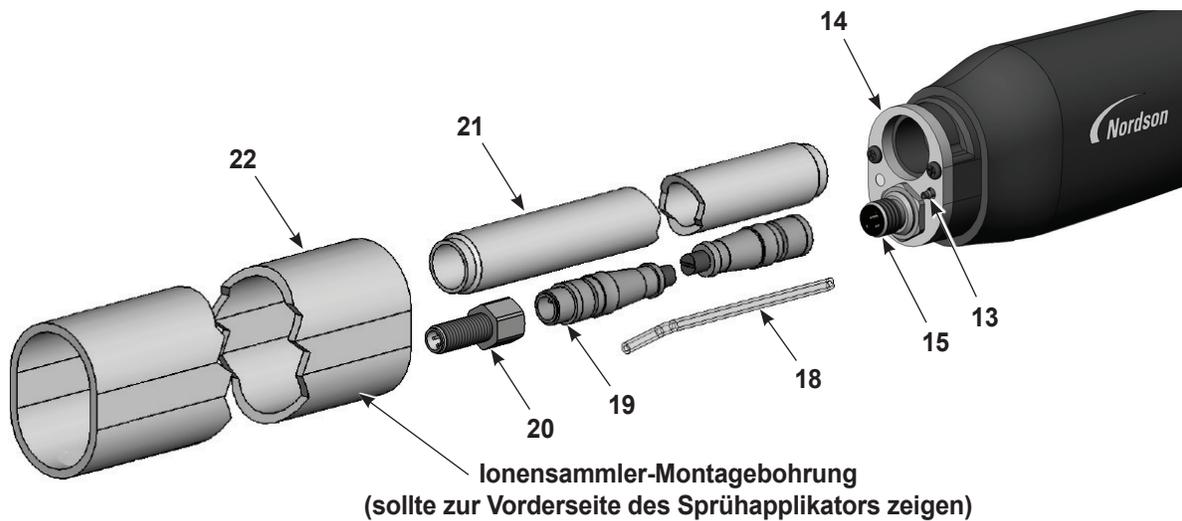
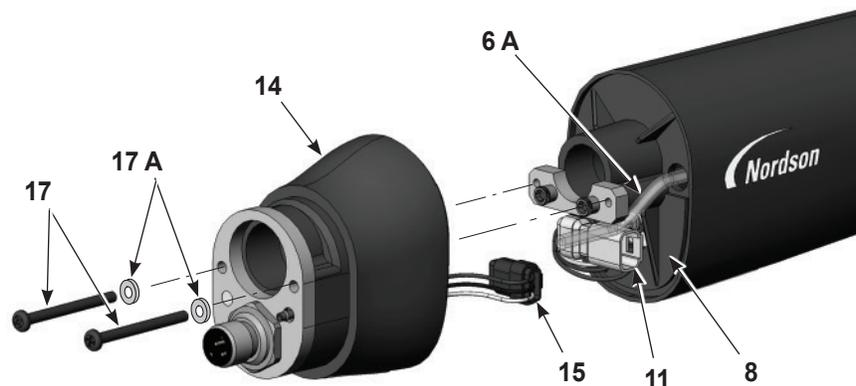
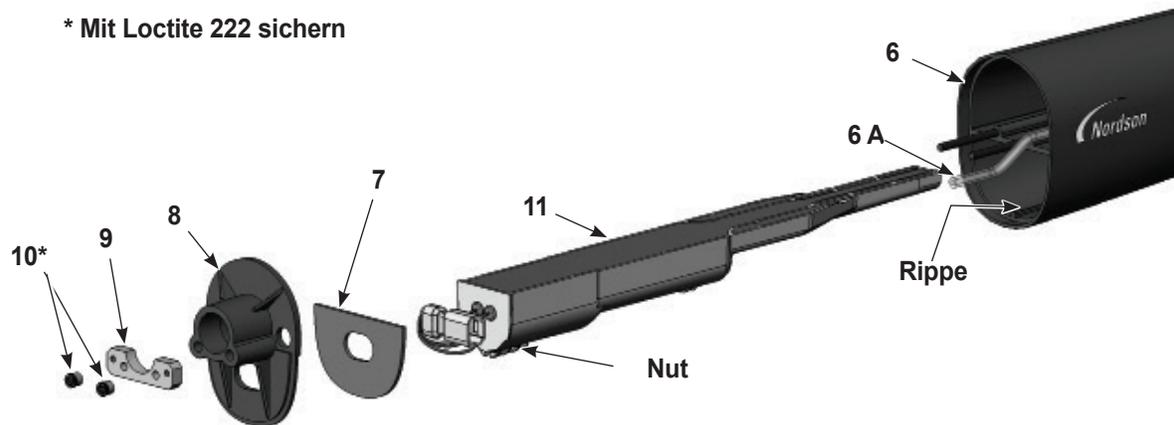

Abbildung 7-3 Zerlegung des Applikators für Rohrmontage (2 von 5)
Abbildung 7-4 Zerlegung des Sprühapplikators für Rohrmontage (3 von 5)
Abbildung 7-5 Zerlegung des Sprühapplikators für Rohrmontage (4 von 5)
7. Siehe Abbildung 7-3. Das Montagerohr (22) von der hinteren Gehäusebaugruppe (14) weg und über das Klemmrohr (21) abziehen.
9. Das Verlängerungskabel (19) vom Buchsenkabelstrang (15) trennen.
10. Den transparenten 4-mm-Luftschlauch (18) vom Schlauchsteckanschluss (13) trennen.
11. Wenn das Verlängerungskabel ersetzt wird, die Kabelbuchse (20) entfernen. Wenn nicht, abgeschlossen lassen.
12. Siehe Abbildung 7-4. Die beiden Innensechskantschrauben (17) und Federscheiben (17A) vom hinteren Sprühapplikatorgehäuse (14) entfernen.
13. Vorsichtig das hintere Sprühapplikatorgehäuse weit genug vom Schott (8) abziehen, um den Kabelstrang des Netzteils (11) vom Buchsenkabelstrang (15) und den Filterbaugruppenschlauch (6A) vom Schlauchsteckanschluss im hinteren Gehäuse trennen zu können.
14. Siehe Abbildung 7-5. Mit einem 1/8-Zoll-Innensechskantschlüssel die beiden Innensechskantmutter (10) abschrauben und anschließend die Schraubplatte (9) vom Schott (8) trennen. Anschließend das Schott vom Sprühapplikatorgehäuse (6) entfernen und dabei den Kabelstrang des Netzteils durch das Schott führen.
15. Das Netzteil (11) aus dem Sprühapplikatorgehäuse schieben.
17. Die Dichtung (7) ist mit Haftklebstoff am Schott befestigt. Wenn die Dichtung beschädigt ist, die Dichtung durch eine neue ersetzen.
1. Siehe Abbildung 7-5. Das Netzteil (11) in das Sprühapplikatorgehäuse (6) einsetzen. Dabei sicherstellen, dass die Rippe am Sprühapplikatorgehäuse in der Nut am Netzteil sitzt. Das Netzteil fest in das Sprühapplikatorgehäuse einsetzen.
2. Den Kabelstrang des Netzteils durch das Schott (8) führen, dann das Schott und die Schraubplatte (9) auf die Stehbolzen des Sprühapplikatorgehäuses installieren. Gewindegewissungslack Loctite 222 auf die Gewinde der Innensechskantmutter (10) auftragen und diese auf die Stehbolzen schrauben. Die Muttern mit einem 1/8-Zoll-Innensechskantschlüssel mit 0,45 Nm (64 inch-ounces) festziehen.
3. Siehe Abbildung 7-4. Den Buchsenkabelstrang (15) an den Kabelstrang des Netzteils (11) anschließen. Die Kabelstecker (11, 15) in die hintere Gehäusebaugruppe in die abgebildeten Positionen schieben.
4. Den Filterbaugruppenschlauch (6A) am Schlauchsteckanschluss im hinteren Gehäuse anschließen. Übrigen transparenten Luftschlauch in das Sprühapplikatorgehäuse führen, dann das hintere Gehäuse mit den Schrauben (17) und Federscheiben (17A) am Schott installieren.
5. Siehe Abbildung 7-3. Das Klemmrohr (21) in das hintere Gehäuse (14) schrauben.
6. Das Verlängerungskabel (19) an den Buchsenkabelstrang in der hinteren Gehäusebaugruppe anschließen.
7. Den transparenten 4-mm-Schlauch (18) an den Schlauchsteckanschluss an der hinteren Gehäusebaugruppe anschließen.
8. Das Montagerohr (22) so ausrichten, dass die Bohrung für den Ionensammler zur Vorderseite des Sprühapplikators zeigt.
9. Siehe Abbildung 7-3. Das Verlängerungskabel (19) an die Buchse (20) in der Abschlusskappe (23) anschließen.
11. Die Abschlusskappe am Montagerohr anbringen, dabei das Klemmrohr (21) und den transparenten 4-mm-Schlauch (18) durch die Abschlusskappe führen.
12. Die Kabelbuchse (20) mit Sicherungsring und Mutter an der Abschlusskappe befestigen.
13. Die Klemmrohrmutter (24) auf das Klemmrohr schrauben und sicher festziehen.
14. Die Verschraubung (25) an den transparenten 4-mm-Schlauch installieren.